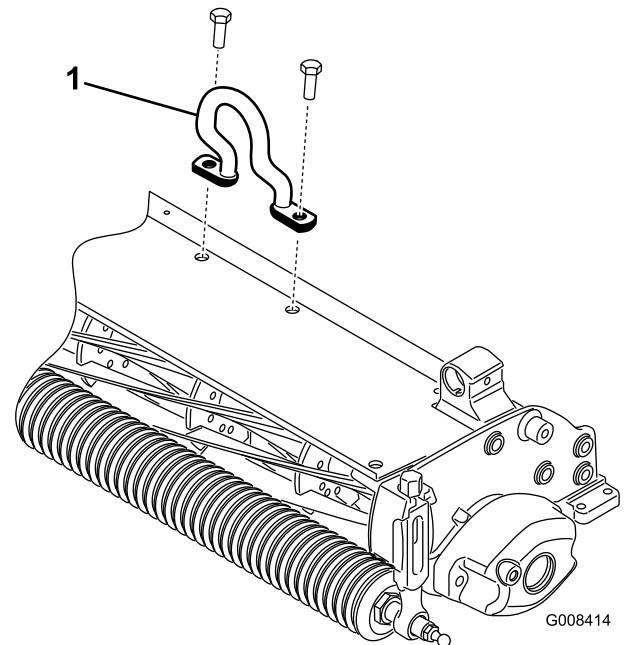

Figura 12
2. Instale el gancho de elevación acodado (Figura 12) en la parte superior de la unidad de corte con (2) tornillos de caperuza M10-1,5. Apriete los pernos a 34-41 Nm. El gancho de elevación acodado debe colocarse con el gancho hacia adelante.